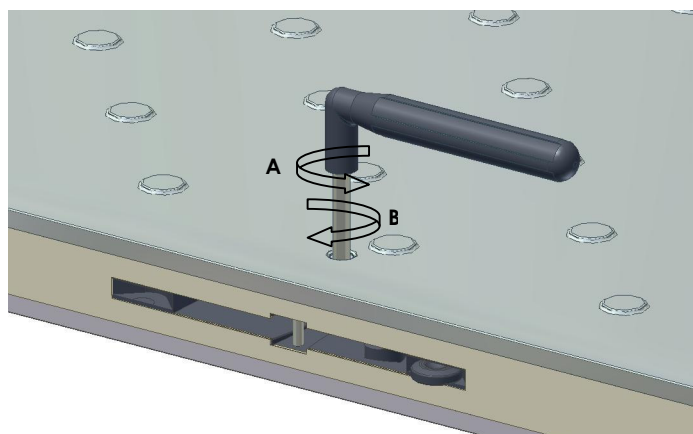

Fig. 3
- Girare la chiave nel senso contrario delle lancette dell'orologio fino a fermare (Fig. 3 – Senso **A**);
- Girare la chiave nel senso opposto fino a fissare (Fig. 3 – Senso **B**)